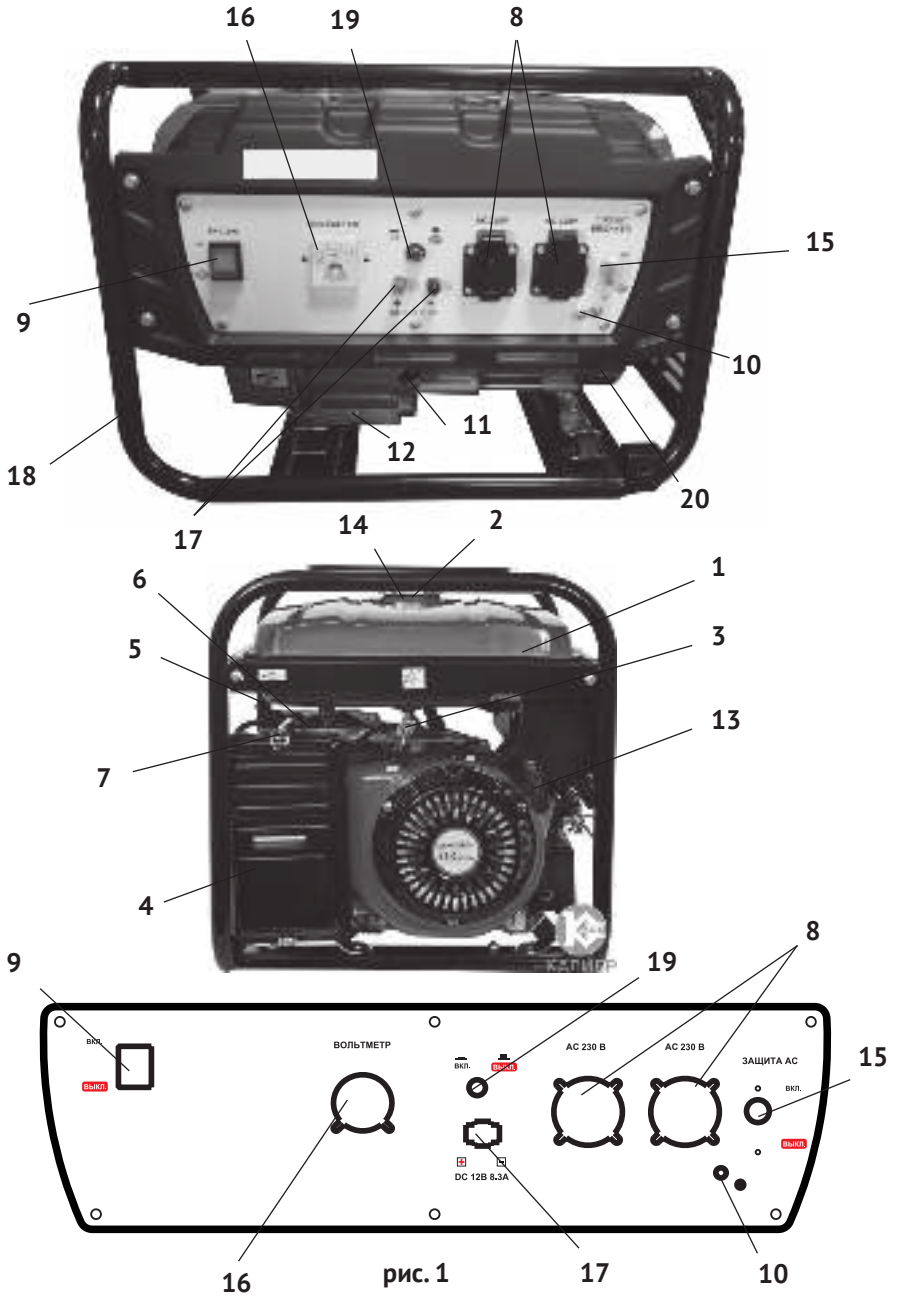

рис. 1
Коленчатый вал, приводимый во вращение возвратно-поступательными движениями поршня двигателя, передаёт крутящий момент на вал якоря генератора. Передача осуществляется через коническое сопряжение ротора генератора и вала двигателя. При этом образуется самотцентрирующаяся трёхопорная схема соединения. С обмоток статора генератора напряжение подводится: через систему стабилизации на розетки переменного тока (рис.1 поз.8); через выпрямительный блок на розетку постоянного тока 12 В (рис.1 поз.17).
2.4 Общий вид бензогенератора схематично представлен на рис.1
3.4 Двигатель и генератор закреплены на трубчатой раме (рис.1 поз.18) через амортизаторы, что снижает вибрацию аппарата и уменьшает уровень шума при работе. Все элементы бензогенератора имеют удобный доступ для обслуживания и ремонта.
Электрическая сеть подключения потребителей относится к системе с изолированной нейтралью, предусматривающей защитное заземление открытых токопроводящих частей корпуса. В зависимости от местных условий (состав грунта, его влажность и т.п.) изменяется качество заземления. Во всех случаях защитное заземление должно иметь сопротивление не более 4-х Ом. Во время работы бензогенератора его клемма заземления (рис.1 поз.10) должна быть подсоединена к заземлителю. Практически это требование может быть реализовано следующими способами:
Выкрутите пробку-щуп из маслозаливной горловины (рис.1 поз.11) и залейте в картер масло необходимой марки до нижнего края горловины. Вставьте сухой чистый щуп в горловину картера и выньте его. Проверьте уровень масла: граница смоченной области щупа должна располагаться между отметками минимального и максимального уровней.
- перевести выключатель зажигания (рис.1 поз.9) в положение «ВКЛ.»;
- открыть топливный кран (рис.1 поз.3);
- перевести рычаг управления воздушной заслонкой (рис.1 поз.7) в крайнее левое положение «закрыто» при пуске холодного двигателя (для прогретого двигателя рычаг устанавливается в промежуточном положении);
- медленно потянуть за рукоятку стартера (рис.1 поз.13) до появления сопротивления, затем резким движением вытянуть трос на всю длину. Повторить действие ещё раз, если двигатель не завёлся;
начальной температуры), перевести рычаг воздушной заслонки (рис.1 поз.7) в крайнее правое положение «открыто».
- перевести выключатель зажигания (рис.1 поз.9) в положение «ВЫКЛ.»;
- закрыть топливный кран (рис.1 поз.3).
- наличие и величина напряжения переменного тока измеряется вольтметром (рис.1 поз.16);
При перегрузке может сработать защита генератора. Проверьте суммарную мощность подключённого оборудования. Отключите лишнее. Перевести автомат защиты (рис.1 поз.15) в положение «ВКЛ.» (вверх).